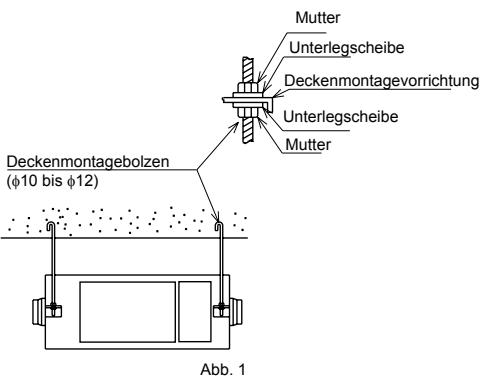

Abb. 1
- Installieren Sie das Gerät mit ausreichender Tragfestigkeit in horizontaler Lage. (Abb. 1)